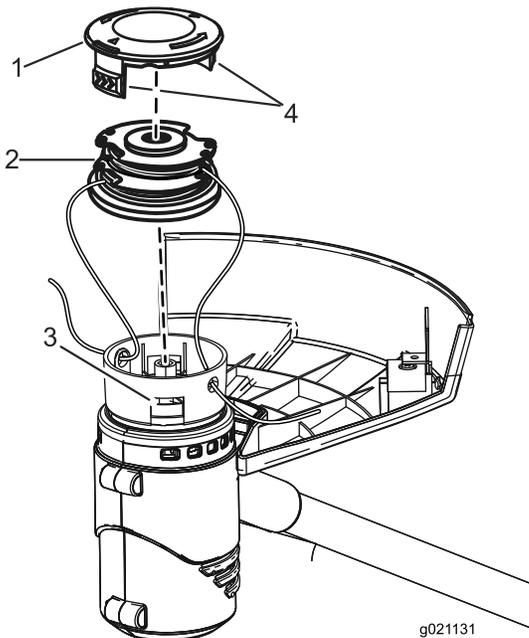

Figure 17
2. Appuyez sur les languettes de chaque côté du chapeau de fixation de la bobine (Figure 17).
2. Retirez la bobine. Voir Remplacement de la bobine (Figure 17).